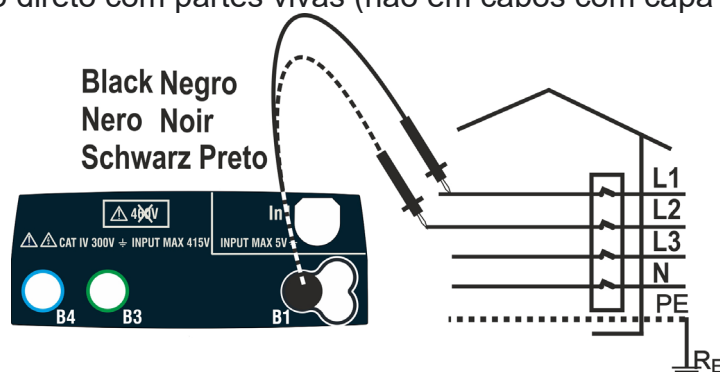

Fig. 35: Controlo de sequência de fase com cabo de medição
2. Insira o conector do cabo preto no cabo de entrada B1 correspondente do instrumento. Como alternativa, use o cabo único e aplique a respectiva pinça crocodilo na extremidade livre do cabo. Também é possível usar o cabo de teste remoto inserindo o conector multipolar no cabo de entrada B1. Ligue as pinças crocodilo ou o cabo remoto à rede elétrica de acordo com Fig. 35 ou Fig. 36.
5. Nessas condições, ligue a pinça crocodilo ou o condutor remoto à fase L2, conforme mostrado na Fig. 35 ou Fig. 36.